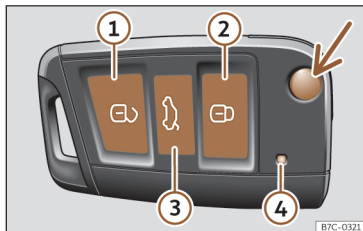

Fig. 42 Clé du véhicule.
Pour plier et déplier le panneton de la clé, appuyez sur le bouton >>> fig. 42 (flèche).
Lorsque vous appuyez brièvement sur un bouton de la clé du véhicule, le voyant ④ >>> fig. 42 clignote une fois brièvement, mais si vous appuyez plus longtemps, il clignotera plusieurs fois, par exemple, lors de l'ouverture de confort.